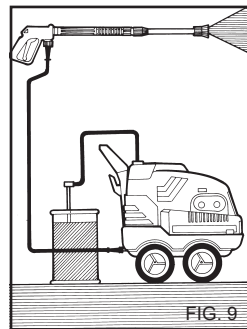

FIG. 9
- 3) Kun olet käyttänyt pesuainetta, huuhtelee sen syöttöpuoli; aseta pesuaineen imuletku (fig. 9) säiliöön jossa on puhdasta vettä ja anna pumpun käydä 1 minuutin ajan annosteluhana täysin auki ja kärkiosa pesuainesyöttöasennossa.